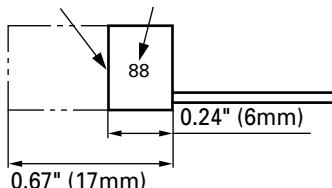

Fig. 7
4. Inspección de la escobillas (Fig. 7)
NOTA: Utilice las escobillas HITACHI Núm. 88 indicadas en la Fig. 7.